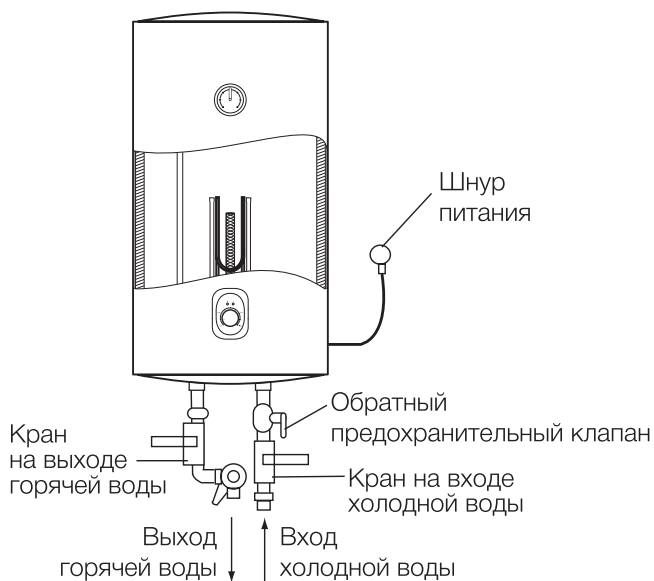

Рис. 5
- Присоедините дренажный шланг (позиция 3 на рис. 5) к запорному крану на тройнике на входе холодной воды в водонагреватель и направьте его в канализацию, либо в место слива воды. Откройте запорный кран и дождитесь полного слива воды.
3. Предохранительный обратный клапан следует устанавливать в месте входа воды (см. рис. 5).